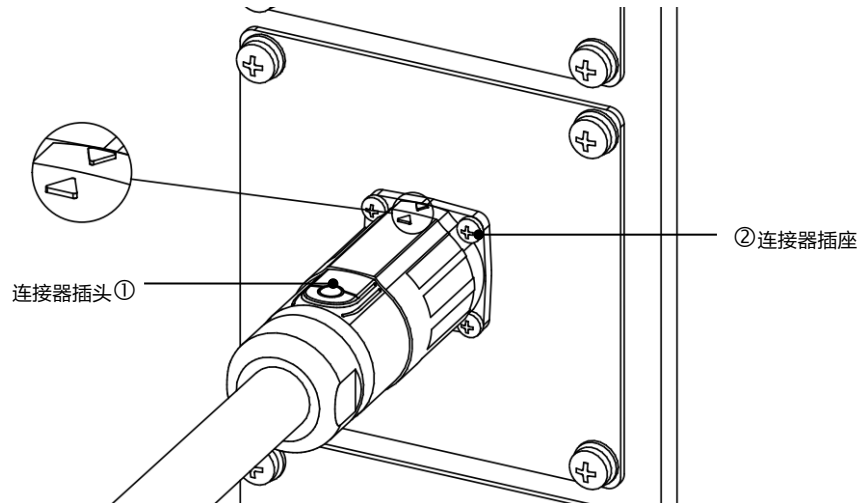

图 2-3 示教器连接接口
示教器采用快插式连接器连接（见图 2-3）。
将连接器插头①的三角符号与连接器插座②的三角符号对齐（如图 2-3 的局部放大图），推入连接器插头①，并顺时针旋转 45°，使其与连接器插座②卡紧。